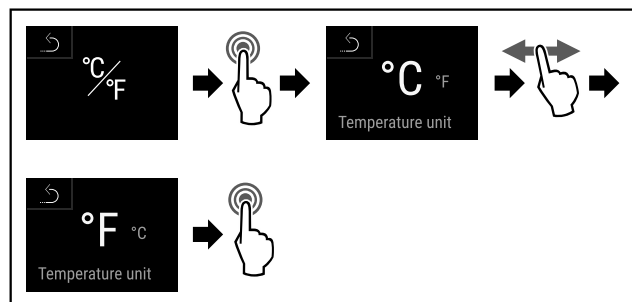

Fig. 90
- Eseguire i passi (vedere Fig. 90) .